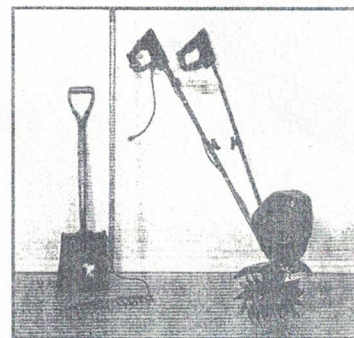

Рис. 3
5. Храните культиватор в чистом, сухом месте. Ручки могут быть в рабочем (рис. 3) или в сложенном (рис. 4) виде.